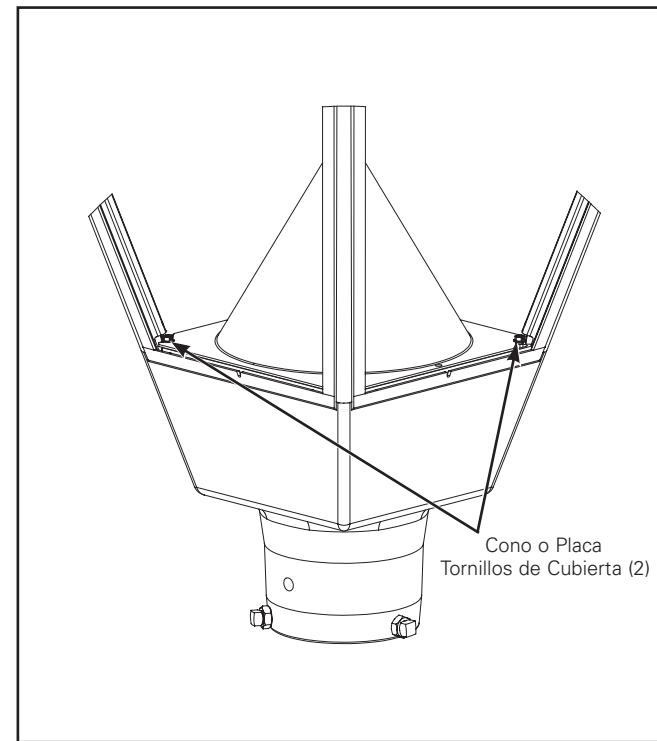
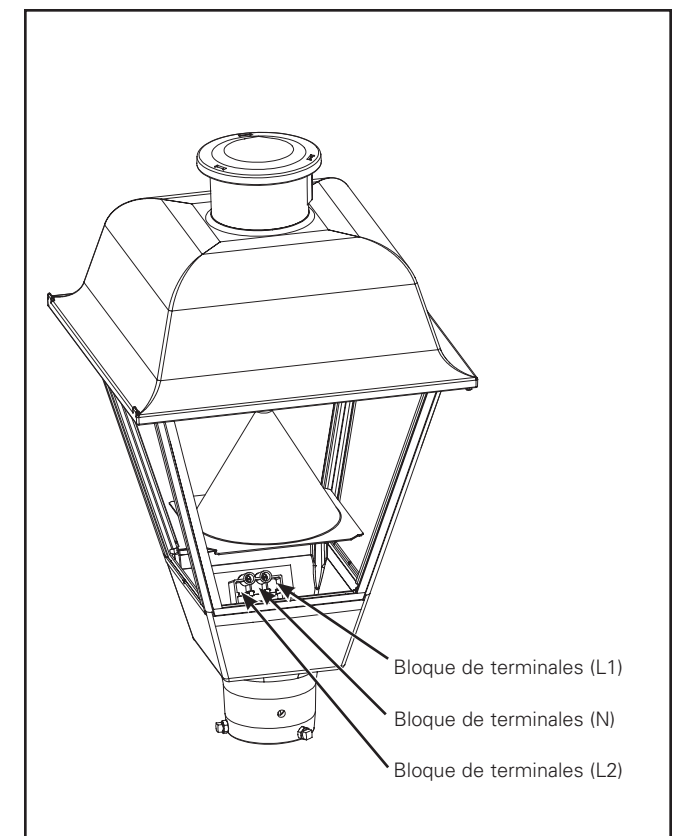

Figura 2.
Figura 3.
Instalación estándar de la luminaria abierta (Figura 2. y Figura 3.)
- Desatornille los dos tornillos usando un destornillador de 1/4" desde la placa de la cubierta o el cono ubicado en la base del accesorio. (Figura 2.) Retire la placa o la tapa del cono para obtener acceso al compartimiento de cableado.
- Conecte los cables de servicio a la posición adecuada con el bloque de terminales. (Figura 3.)
- Desatornille los dos tornillos utilizando un destornillador de 1/4" desde la placa de la cubierta en la base de la luminaria. (Figura 2.) Retire la cubierta de la placa para obtener acceso al compartimiento de cableado.
1. con el bloque de terminales. (Figura 3)